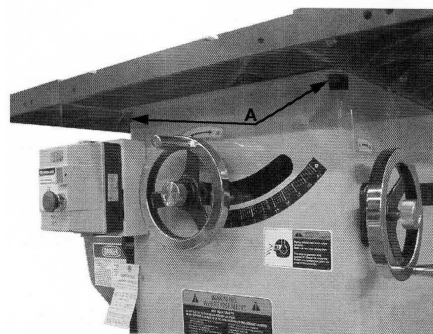

Рис. 18
5. Если они не совпадают, Ослабьте четыре винта ( А см. рис. 18) шестигранником, которые фиксируют стол к тумбе станка. Два из них показаны на рисунке 18.